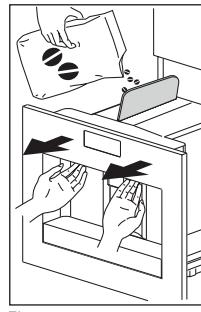

Fig. 14
- Scoateți dispozitivul trăgându-l de mânere (Fig. 14). Deschideți capacul și umpleți recipientul cu cafea boabe, apoi închideți capacul și împingeți dispozitivul înăuntru.